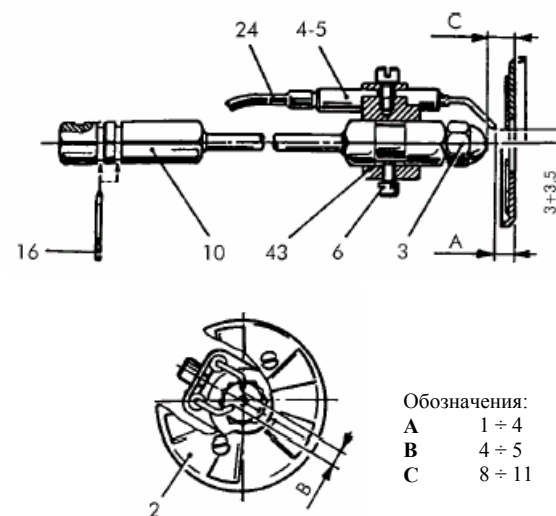

Рис. 14
Очистите электроды, не меняя их положения относительно диска дефлектора. Если Вы случайно сместили их, то при установке обратно руководствуйтесь размерами, указанными на рис. 14.
- Форсунка (3) неисправна или загрязнена.
- Электроды поджига (4-5) покрыты коркой или повреждены (см. положения на рис. 14).
- Не освещается фоторезистор (19).
- Неисправно уплотнение электромагнитного клапана (29).